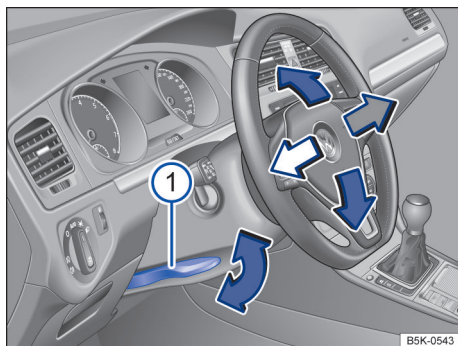

Fig. 73 Sob o volante no revestimento da coluna de direção: alavanca de ajuste manual da posição do volante.
- Virar a alavanca → Fig. 73 para baixo.
- Virar a alavanca → Fig. 73 ① sempre com firmeza para cima após o ajuste para que o volante não mude sua posição sem supervisão durante a condução.